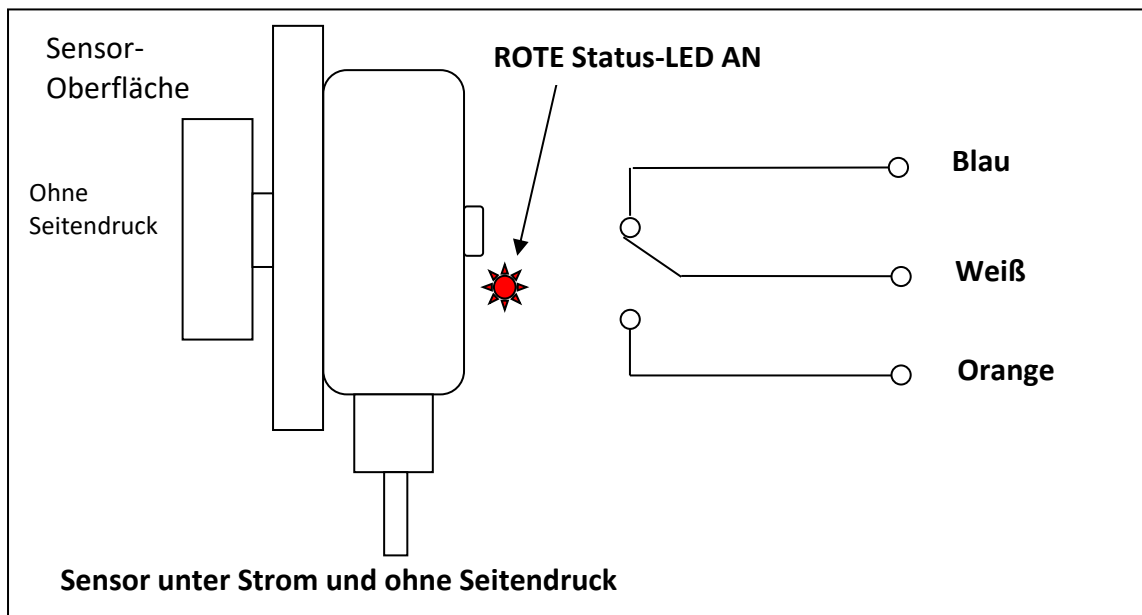
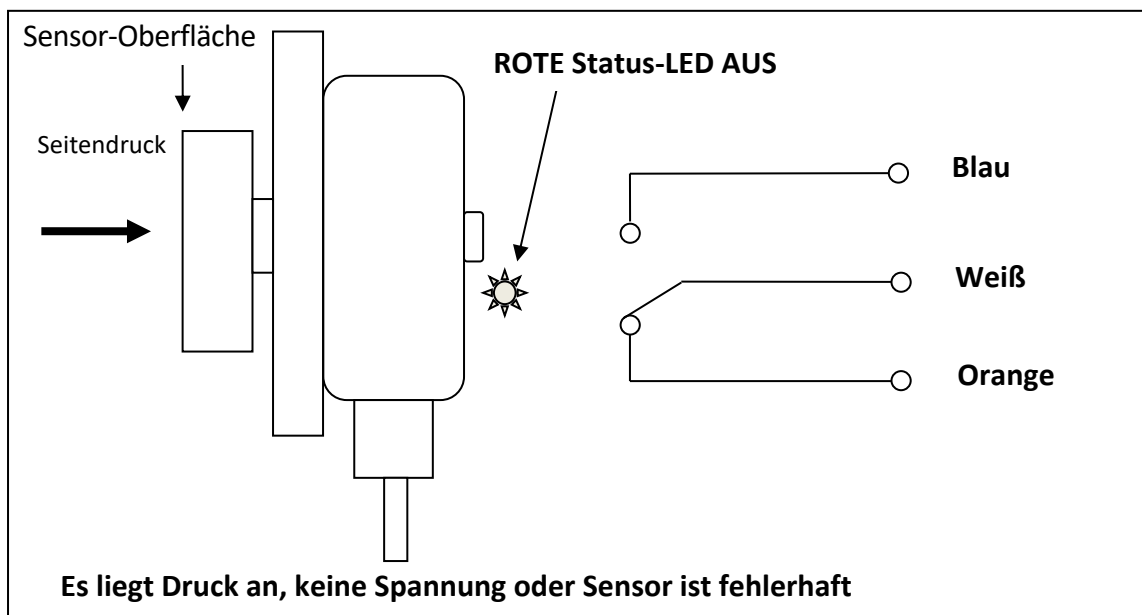

Abbildung 8 – TouchSwitch in Ok-Zustand
Abbildung 9 – TouchSwitch in Alarmzustand
Es handelt sich hier um einen elektronischen Drucksensor. Der Sensor reagiert auf den Druck, der auf die Sensorfläche ausgeübt wird. Wenn der **Druck höher ist als 3,6 kg**, schaltet der Sensor das Relais auf **Alarm** (siehe Abbildung 9). Wenn der Sensor korrekt angeschlossen ist, funktioniert und kein Druck auf die Oberfläche ausgeübt wird, schaltet der Sensor das Relais ein und zeigt den regulären Betriebszustand durch Aufleuchten einer Status-LED an (siehe Abbildung 8).
- 1) Sich vergewissern, dass die rote Status-LED ‚Ausgang‘ am Gehäuse des Sensors (siehe Abbildung 8) AN ist und weder der Gurt noch die Trommel den Sensor berühren
- 3) Überprüfen, ob die Alarm- und Abstellrichtungen des gesamten Systems vorschriftsmäßig funktionieren (siehe Abbildung 9)